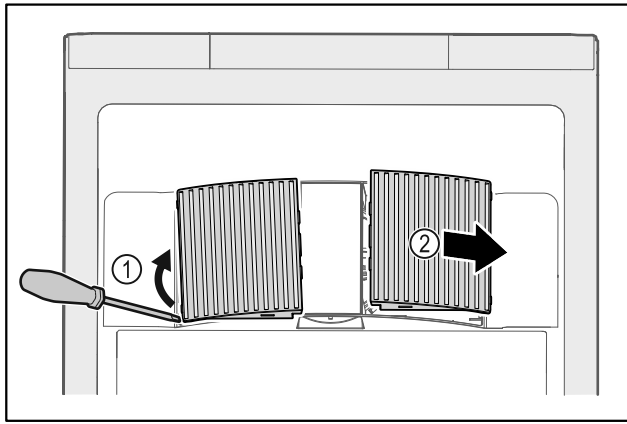

Fig. 140
- ▶ Ventilatoriaus uždangalus atsargiai nukelkite iš šono Fig. 140 (1) ir nuimkite į priekį Fig. 140 (2).